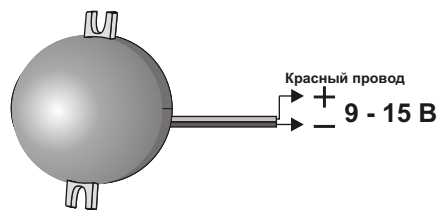

Рис.2 Схема подключения ПКИ - СО1(Б).
5.1. Перед установкой необходимо проверить внешний вид оповещателя на отсутствие повреждений и проверить работоспособность следующим образом: подключить источник питания (типа Б5-7) к выводам оповещателя (рис.2), предварительно установив напряжение питания 9-15 В. При этом должны загореться светодиоды оповещателя.
5.2. На рис.2 показана схема подключения ПКИ-СО1(Б)